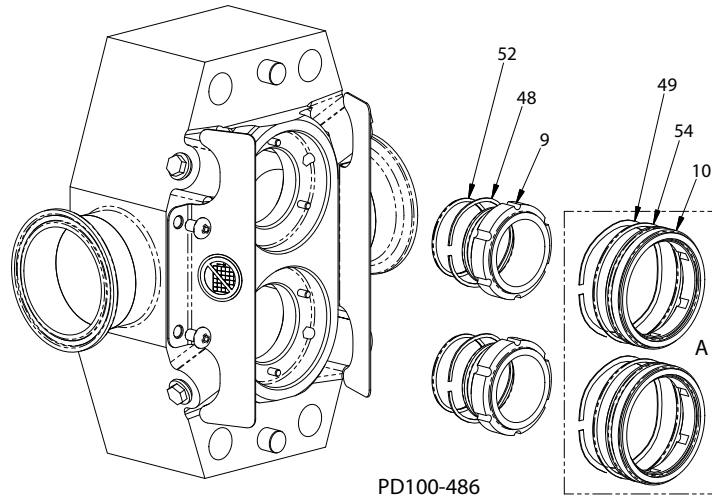

Figura 35 - Remover Vedações
3. Remova a vedação interna (Figura 35, item 9) e mola ondulada (item 48). Remova o anel em O (item 52) da vedação interna e o inspecione. Substitua conforme necessário.
4. Nas bombas equipadas com vedações mecânicas duplas (Figura 35, suplemento A), remova a vedação externa (item 10) e a mola ondulada (item 49). Remova o anel em O (item 54) da vedação externa e o inspecione. Substitua conforme necessário.